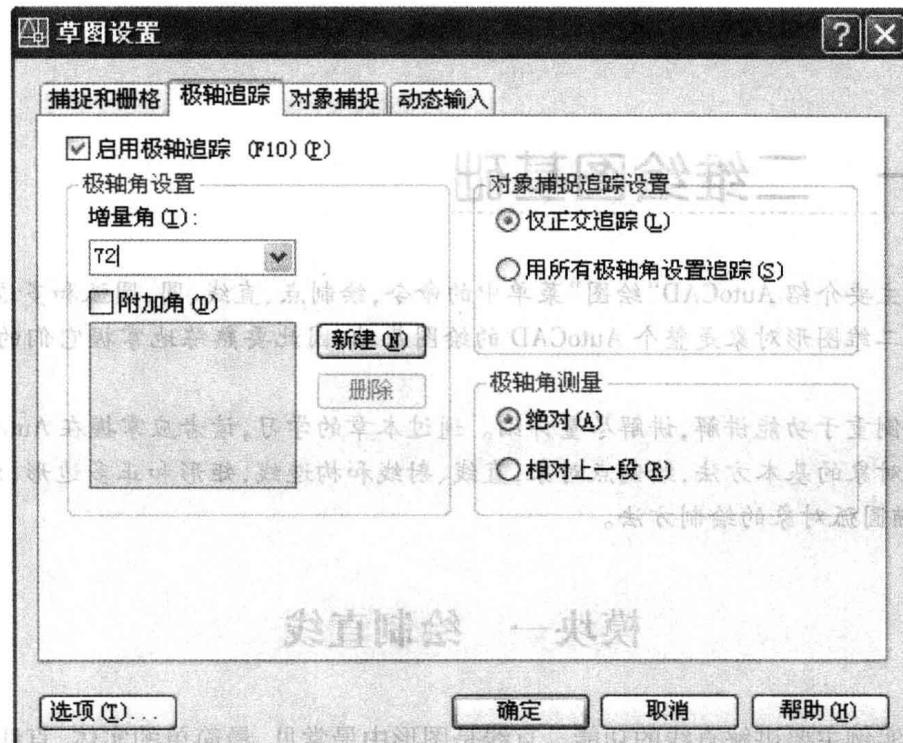

图 1-1-1
- 2) 打开“草图设置”对话框，单击“极轴追踪”选项卡，如图 1-1-1 所示。